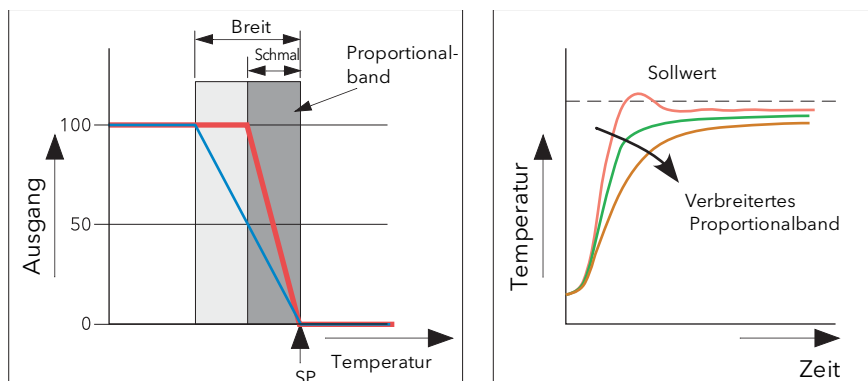

Abb. B2.2.2a Aktion des Proportionalbandes (invertierte Aktion)
Das Proportionalband (PB) liefert einen Ausgang, der sich proportional zur Größe des Fehlersignals verhält. Es ist der Bereich, über den die Ausgangsleistung kontinuierlich in linearer Weise von 0% bis 100% einstellbar ist (bei einem Regler nur für Heizbetrieb). Unterhalb des Proportionalbandes ist der Ausgang auf volle Leistung eingeschaltet (100%), oberhalb des Proportionalbandes ist der Ausgang vollständig ausgeschaltet (0%), wie in Abb. B2.2.2a dargestellt.
Abb. B2.2.2a zeigt auch den Effekt einer Verschmälerung des Proportionalbandes bis zum Oszillationspunkt. Ein breites Proportionalband führt zu einer geradlinigen Regelung, jedoch mit einem merklichen Erstfehler zwischen Sollwert und tatsächlicher Temperatur. Wenn das Band verschmälert wird, rückt die Temperatur näher an den Sollwert heran, bis sie schließlich instabil wird.